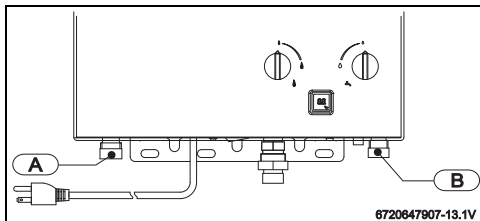

Fig. 11 Conexão da água
- ▶ Identificar a tubulação de água fria (Fig. 11, item B) e de água quente (Fig. 11, item A), de forma a evitar uma possível troca.